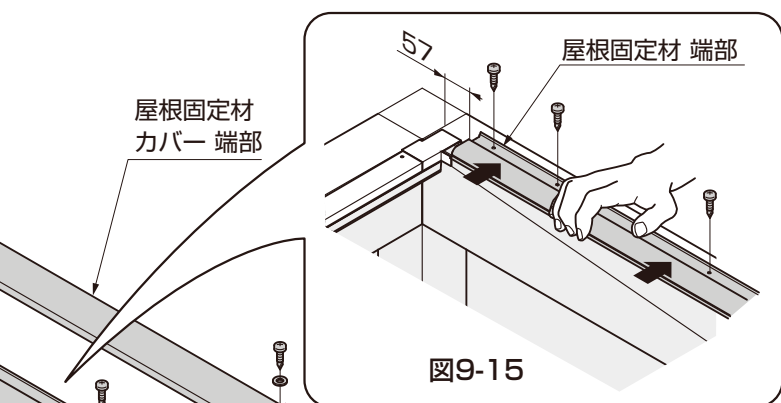

図9-15
- ① 屋根固定材端部、屋根固定材中間の取付け位置を確認して【3-1】でフレーム、中間フレームに取付けてください。(図9-14、図9-15参照)
- 図9-14、図9-15の屋根固定材の位置を確認してください。屋根固定材カバーの取付けができなくなる場合があります。